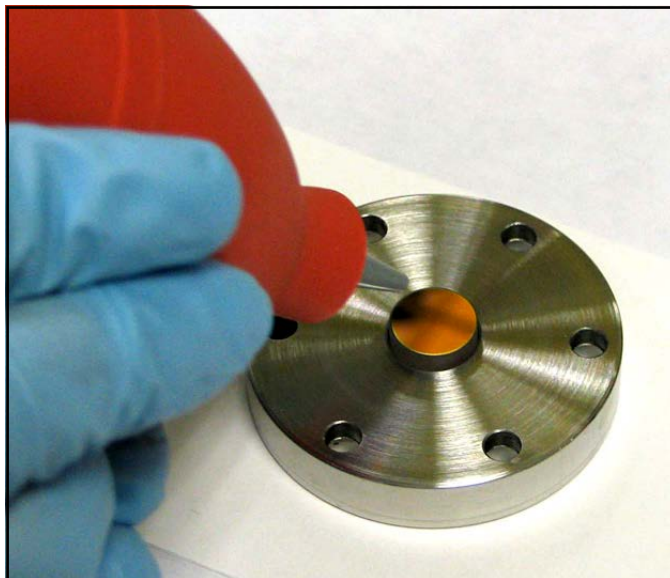

図 90: 鏡の乾燥
6. エアブローワーを使用して、鏡の表面に乾燥空気を吹き付けます。鏡の表面が乾燥するまで繰り返し空気を吹き付けます（下の図 90 を参照）。
8. 鏡をピンセットで保持しながら、エアブローワーを使用して鏡の表面に乾燥空気を吹き付けます。鏡の表面が乾燥するまで繰り返し空気を吹き付けます（106 ページの図 90 を参照）。